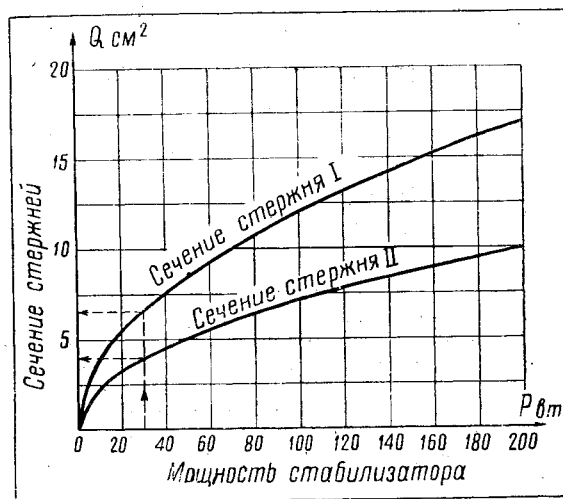

Рис. 2
1. Сначала по кривым рис. 2 определяется сечение стержней. Отложив на горизонтальной оси величину мощности, по верхней кривой находим сечение первого стержня, а по нижней — сечение второго.